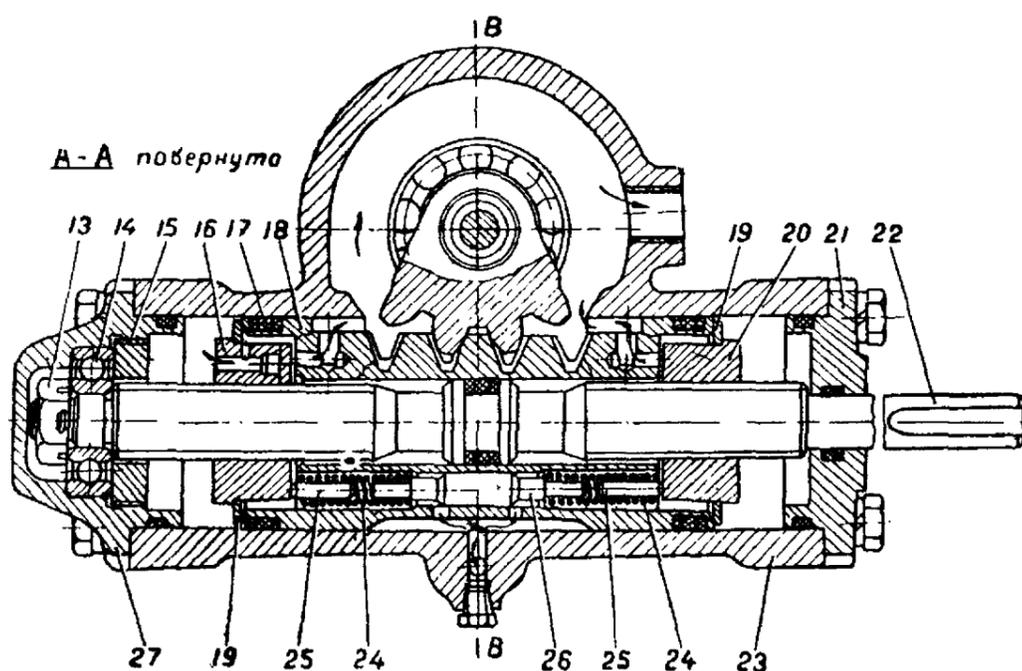

Рис. 61. Гидроусилитель рулевого управления:
Гидроусилитель 5 (рис. 60) расположен под капотом в передней части трактора и состоит из корпуса 3 (рис. 61), вала сошки 1, передней 27 и задней 21 крышек.
При разборке узла поршня утопите штифт 11 (рис. 61) в задней гайке, как показано на рисунке 63; отверните гайку 20 (рис. 61) и снимите ее вместе с пружинной шайбой 19; вытолкните винт 22 гидроусили-
Перед регулировкой предохранительного клапана подсоедините к нагнетательной магистрали манометр (выверните пробку 10, рис. 61), а между сошкой и передним брусом с одной из сторон установите упор.
1. Отверните гайку-колпачок 6 (рис. 61), затем, удерживая регулировочный винт 4 от проворота, отверните контргайку.